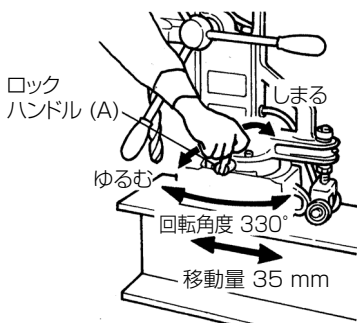

図 4
ロックハンドル (A) をゆるめると本体はマグネットに対し、前後方向 35 mm、回転角度 330° の範囲で移動することができます。(図 4)